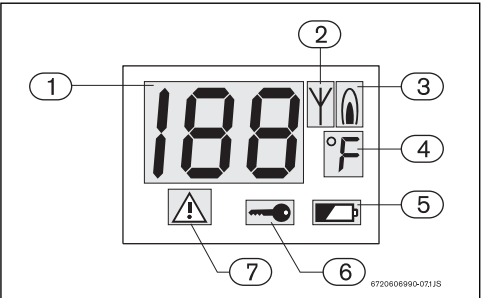

Fig. 22 LCD multifonctionnel
Ce dispositif a un système de messages d'erreur. Toutes les erreurs gérées par le chauffe-eau seront présentées par un code d'erreur dans l'écran (Fig. 22, [pos. 1]) et par un symbole qui indique un "dispositif de sécurité" (Fig. 22, [pos. 7]). La télécommande ne fonctionnera qu'après avoir été appuyé la touche de réinitialisation dans le chauffe-eau et seulement après avoir été résolu l'erreur. Pour identifier le type d'erreur
Quand les batteries sont faibles, le symbole de batterie faible (Fig. 22, [pos. 5]) est présenté dans l'écran.